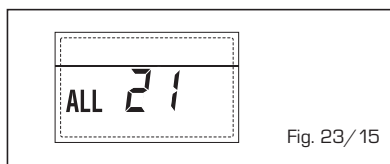

Fig. 23/15
**- INTERVENÇÃO TERMÓSTATO DE SEGURANÇA SEGUNDA ZONA MISTURADA “ALL 22” (fig. 23/16)**